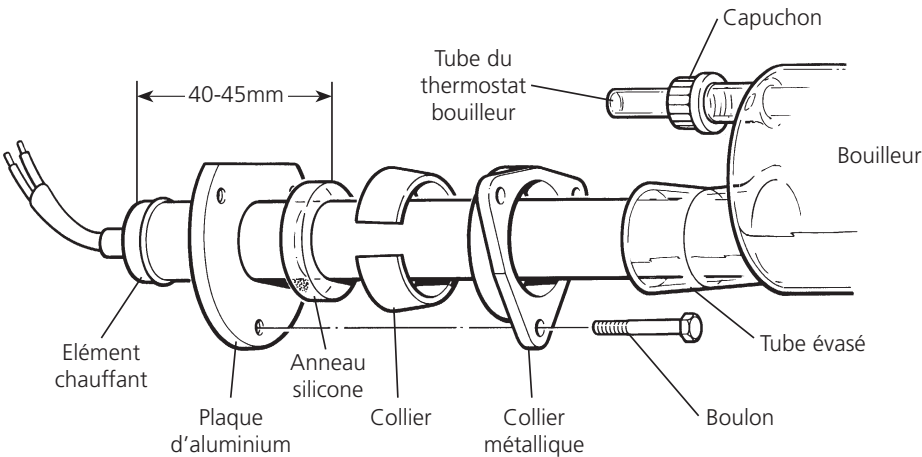

Figure 2 Montage de l'élément chauffant
4. Prendre le bouilleur, l'élément chauffant et le jeu de colliers, et assembler selon la **figure 2**.